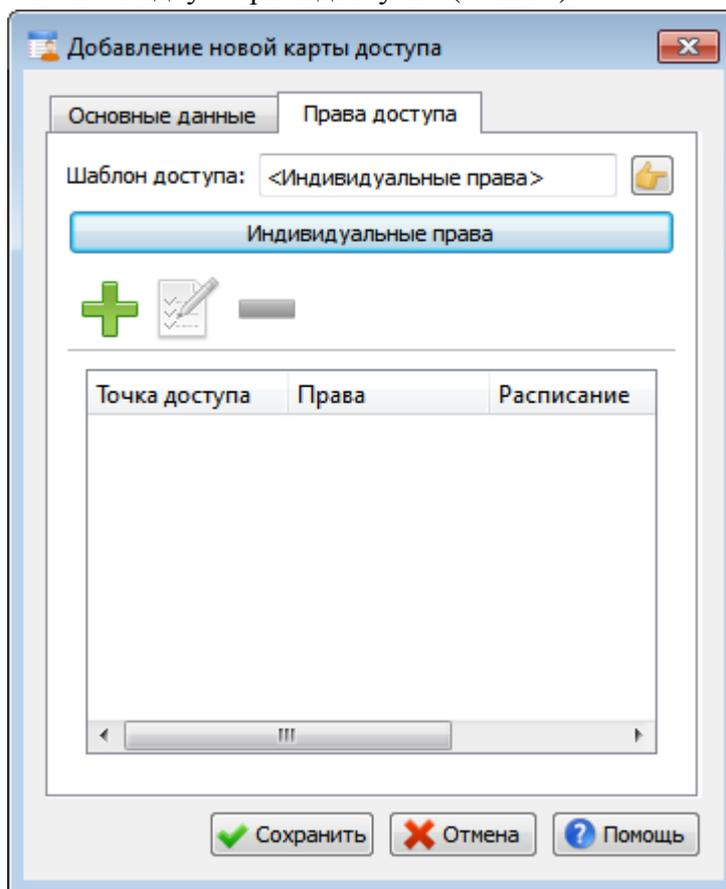

Рис. 92
- Перейдите на вкладку «Права доступа» (Рис. 92).